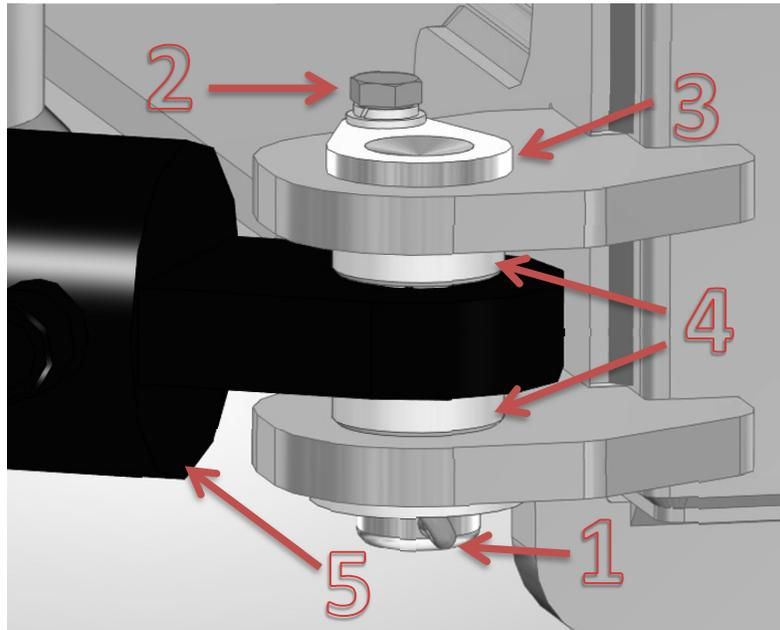

Fig. 9. Repositionnement du vérin
3. Retirez les goupilles fendues (N° 1 de la Fig.9) des goupilles du vérin et dévissez les vis M8 (N° 2)